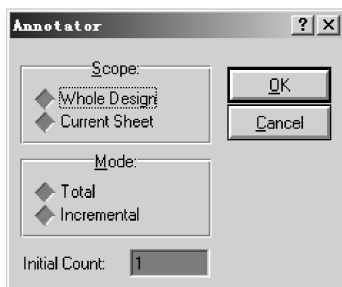

图 4.16 Global Annotator 设置对话框
- Wire Auto Router (W): 自动连线，当该选项被选中时，当鼠标移动到一个引脚时会自动产生一个连线提示。
- Search and Tag (T): 搜索标签。
- Property Assignment Tool (A): 属性编辑工具。
- Global Annotator: 统一编号，用于对多张图纸组成的工程文件中的器件使用统一的编号，当选定时会弹出如图 4.16 所示的对话框，用于选择作用范围（Whole Design: 整个工程；Current Sheet: 单张图纸）、编号方式（Total: 全部相同；Incremental: 增量）、Initial Count（初始化数值设置）。